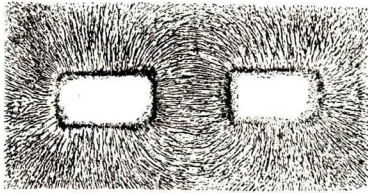

Abb. 285. Feld eines Hufeisenmagnetes
b) Man bringe in das Feld ein Blatt Papier und bestreue es mit **Eisenfeilspänen** (Abb. 285)! Erschüttert man die Unterlage, so ordnen sich die Eisenspäncchen zu schönen Kurven an, die man **Kraftlinien** nennt.